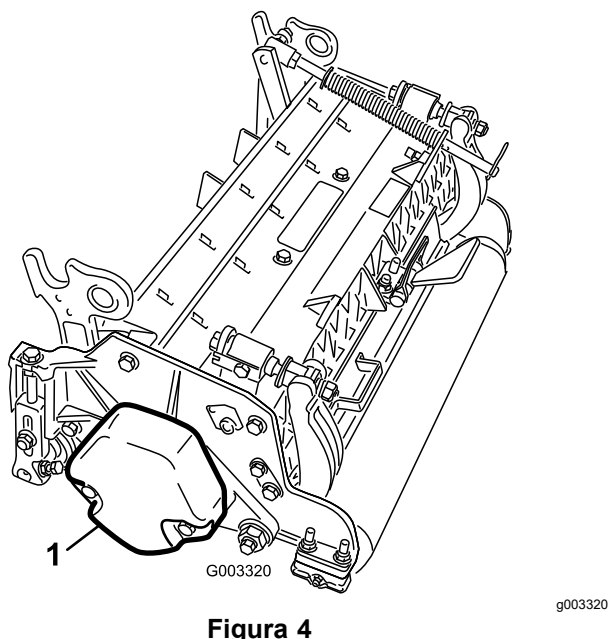

Figura 4
- Asegúrese de que el contrapeso (Figura 4) está instalado en el extremo correcto de la unidad de corte, según lo indicado en el *Manual del operador* de la unidad de corte.